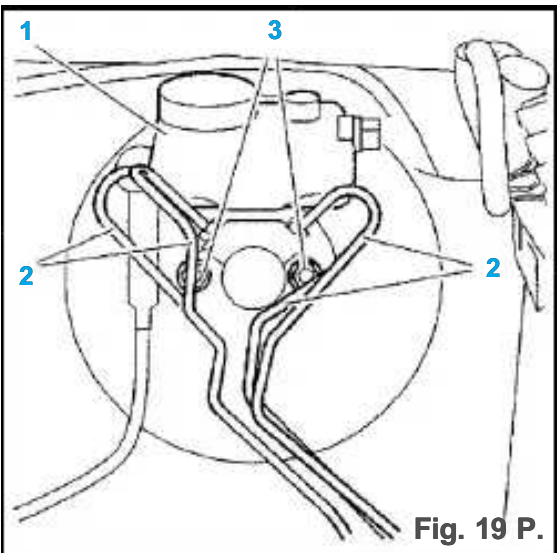

Fig. 19 P.
- Escurrir y eliminar el depósito de líquido de freno (1.) (Fig 19 Br):
- Desconectar los tubos de freno (2).
- 2 tuercas (3)